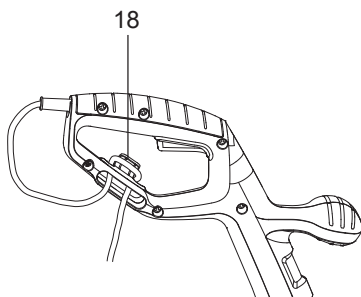

Fig. 5
- > Doble el cable de alimentación a unos 30 cm de su extremo. Pase el bucle así formado a través del orificio presente en la guarda de protección de la empuñadura trasera y engánchelo en el gancho de fijación (18) previstos a tal efecto. Tire ligeramente del cable para asegurarse de que ha quedado firmemente enganchado en la empuñadura (Fig. 5).